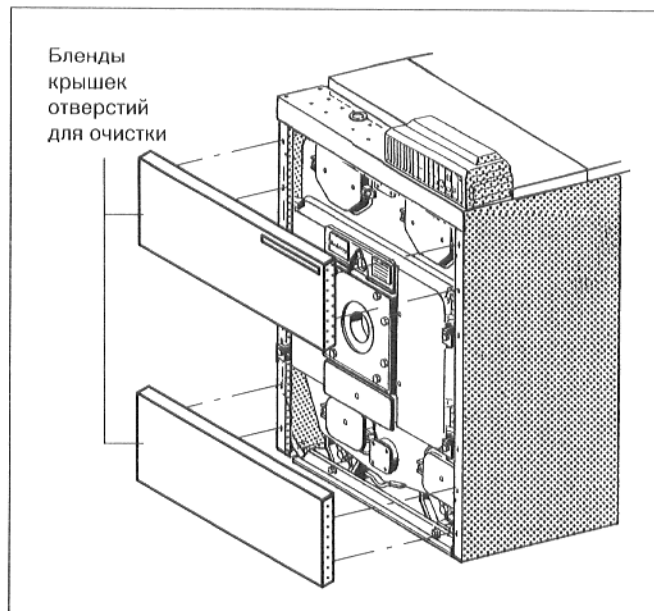

Рис. 58
- Снять бленды крышек отверстий для очистки, сверху и снизу (рис. 58).